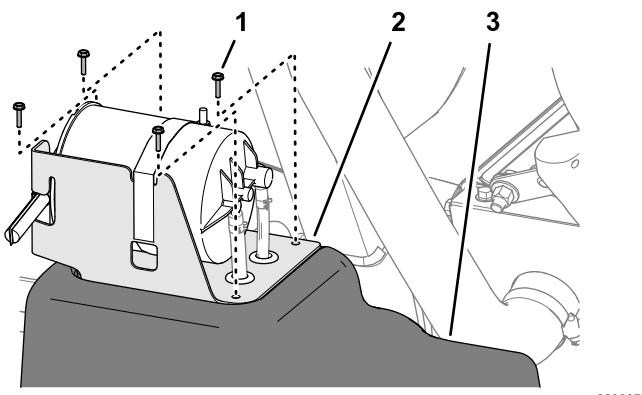

Figure 92
5. Alignez les trous dans le support du filtre à charbon actif et les trous dans le réservoir de carburant (Figure 92).
6. Fixez le support sur le réservoir (Figure 92) à l'aide des 4 vis (n° 10 x 3/4 po).